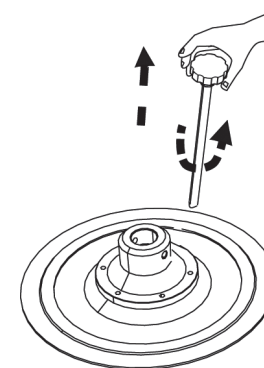

Fig. 11
- Loose the follower plate bleeder and remove it (fig. 11).
- Lossa och ta bort följlattans avluftare (bild 11).